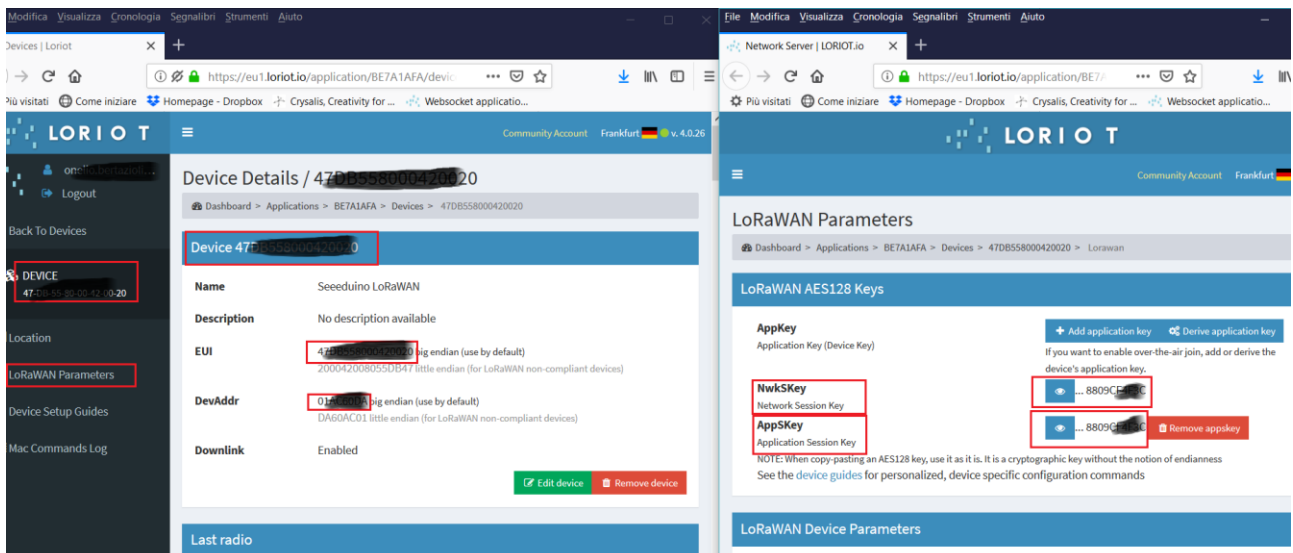

FIGURA 22 Visualizzazione degli identificativi e delle chiavi per un device.
7. Una volta registrato il *device* (*end node*), cliccando su esso (FIGURA 22) è possibile visualizzare tutti i parametri di accesso, selezionando dalla pagina dei *Devices* il dispositivo desiderato; le chiavi sono visualizzabili cliccando su *LoRaWAN Parameters* e possono essere inserite nello sketch con cui si inviano i dati al network server (tramite il gateway).